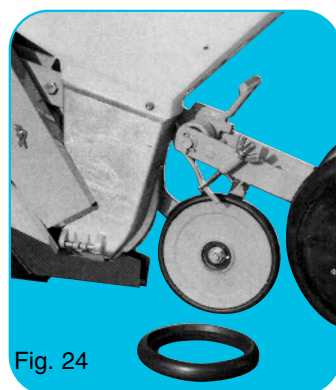

Fig. 24
- Fig. 24 : Roulette intermédiaire à bandage caoutchouc autonettoyant (modèle large ou étroit).
- Fig. 24 : Intermediate press wheel with self-cleaning tyre (wide or narrow models).
- Fig. 24 : mittlere Farmflexandruckrolle (enge u. breite Typen).